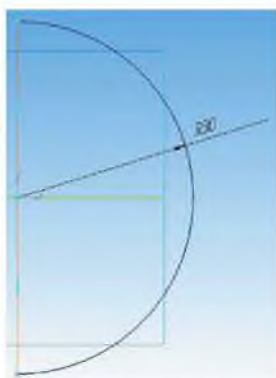

Рисунок 9.1 Эскиз для построения сферической поверхности
2. На плоскости XY построить эскиз полуокружности радиусом 30 мм (рисунок 9.1). Выйти из режима *Эскиз*.